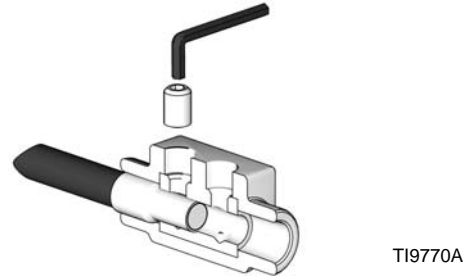
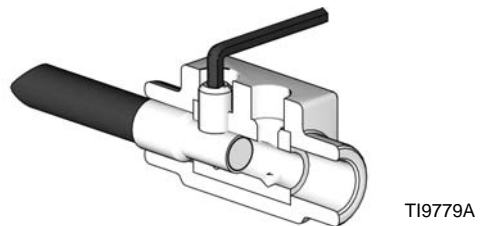

FIG. 9 : Insertion du câble et de la vis sans tête
FIG. 10 : Serrage au couple de la vis sans tête
- a. Introduisez un câble du flexible chauffé dans le connecteur. Assurez-vous que la virole est cintrée dans l'insert du connecteur. Consultez la FIG. 9.
- c. Introduisez le câble restant de l'association dans le connecteur ; assurez-vous que la profondeur d'insertion est correcte. Vissez la vis sans tête et serrez à un couple de 6,78 N•m (60 po-lbs) ; consultez l'étape décrite dans le paragraphe B. Consultez la FIG. 9 et la FIG. 10.